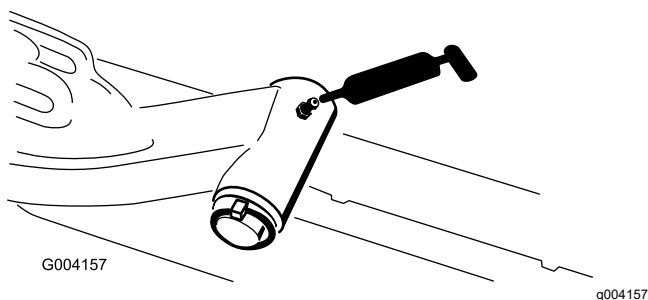

Figure 109
- Axe de pivot des bras de levage (x 1) (Figure 109)